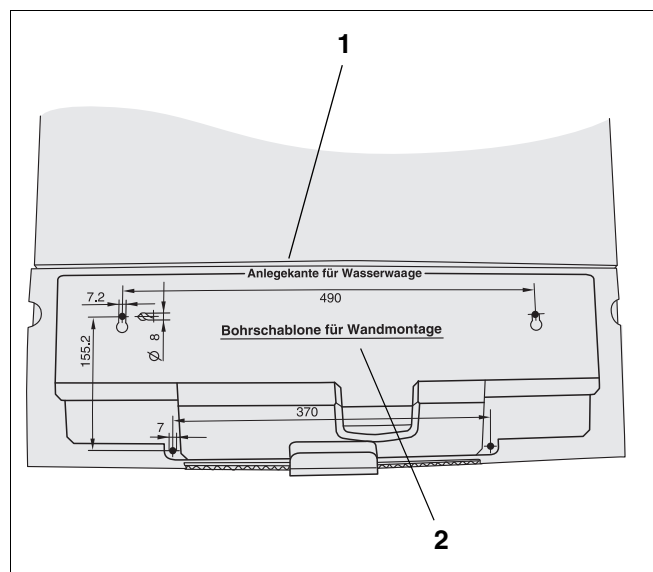

Рис. 1 Шаблон для отверстий
- Отделите шаблон с отверстиями от крышки коробки с системой управления (→ Рис. 1).